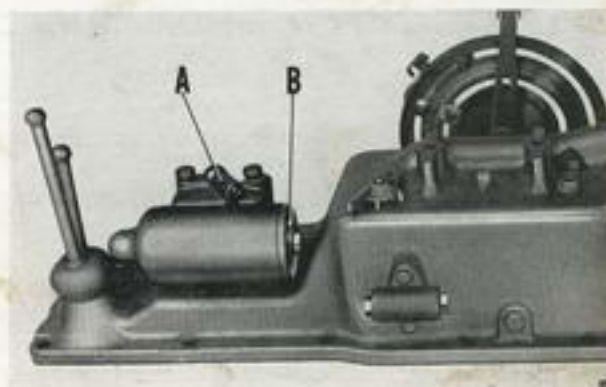

Fig. 28
- 1) Nettoyer soigneusement le filtre et ses abords, puis déposer le couvercle de prise d'huile (A, fig. 28) et retirer le corps du filtre.
- 2) Dévisser le couvercle du filtre (B) et sortir l'élément filtrant. Maintenir si nécessaire le corps de filtre dans un étau en ayant soin de ne pas endommager les faces usinées de la plaque de fixation.